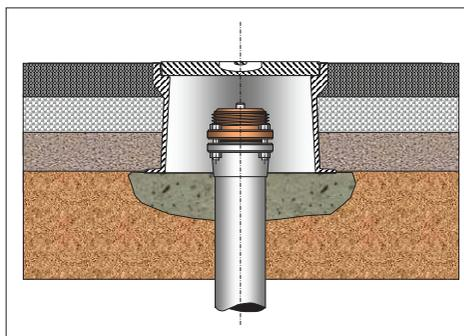

Рис. 6
16. Ковер следует устанавливать на опорные плиты или бетонное основание в уровень с дорожным или газонным покрытием. В целях облегчения поиска в зимнее время на газонах предпочтительнее вместо коверов устанавливать стандартные люки горловин колодцев (рис. 6).